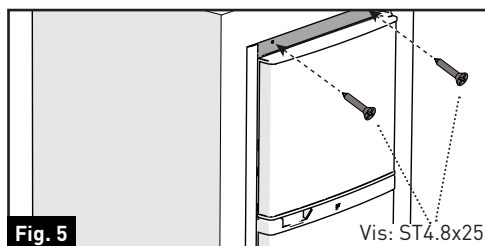

Fig. 5
4. Fixez le réfrigérateur dans l'enceinte à l'aide des vis autotaraudeuses (2 en haut/2 en bas). (Fig. 5 et Fig. 6)